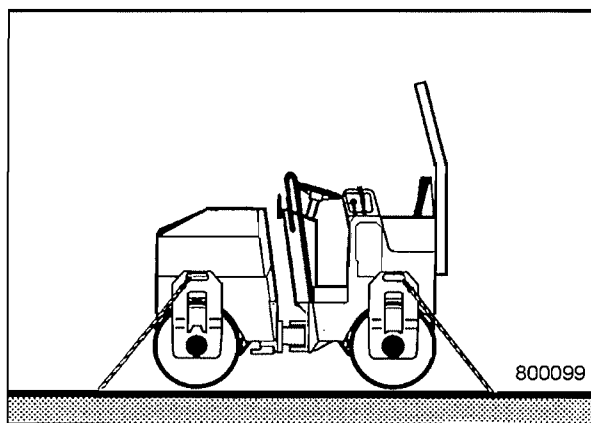

Fig. 71
- La máquina se debe atar sobre el vehículo de transporte fijando el atado (Fig. 71) en el bastidor delantero o trasero.